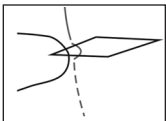

Fig. 6
- a] Faites glisser la boucle métallique de l'outil d'enfilage sous le dernier point (voir Fig. 6).